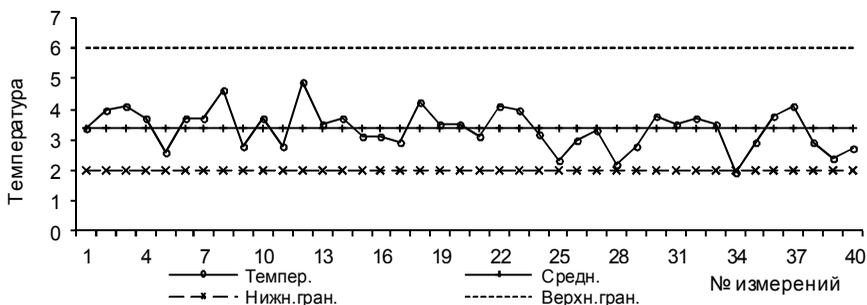

Рис.3. Временной ряд (линейный график).
**Рекомендации.** Используется метод временного ряда (линейный график). Метод дает возможность наглядно рассмотреть работоспособность холодильной камеры. Чтобы построить временной ряд необходимо построить график, где по горизонтальной оси откладывают время (период или № значения) наблюдения, а по вертикальной – измеряемую величину (рис.3).